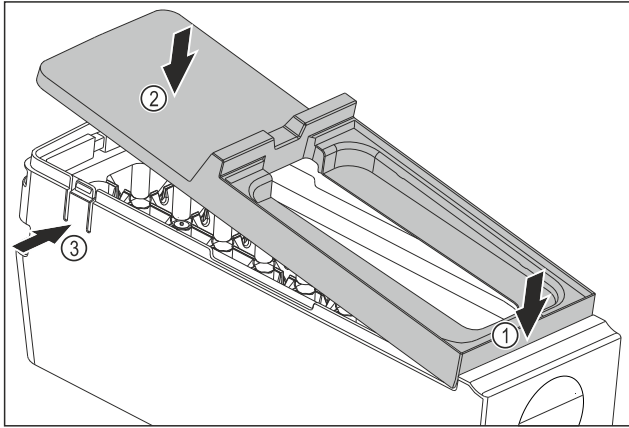

Fig. 161
- Abdeckung des EasyTwist-Ice-Korpus montieren: Abdeckung vorne ansetzen. Fig. 161 (1)
- Abdeckung hinten absenken. Fig. 161 (2)
- Abdeckung rastet hörbar in beiden Laschen Fig. 161 (3) ein.